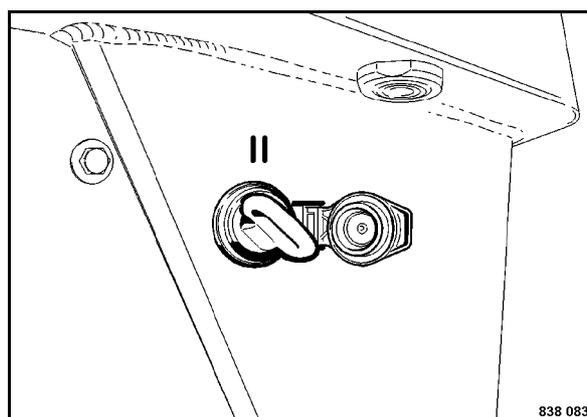

Fig. 54
- Per inserire l'accensione, porre l'interruttore di accensione in posizione "II" (Fig. 54).